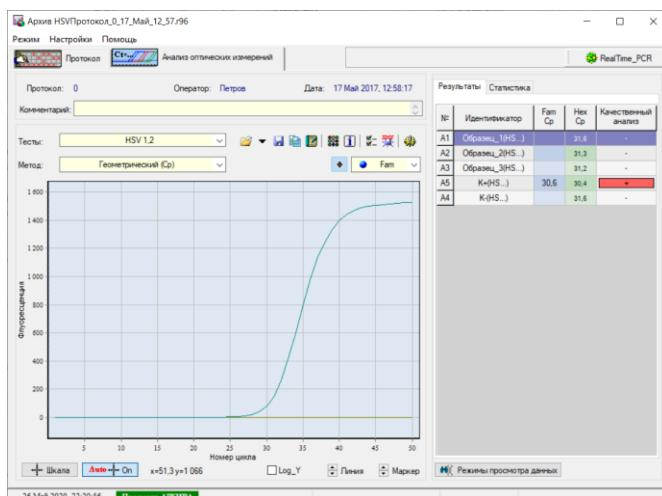

Рис.63 Окно режима «Архив»
4. Открыть двойным кликом любой сохраненный файл протокола (тип файла \*.r32, \*.r48, \*.r96, \*.384). В этом случае сразу откроется протокол с результатами оптических измерений (Рис.63).